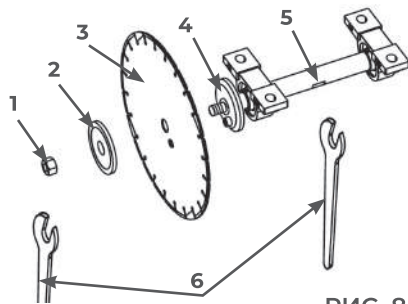

РИС. 8
- Совместите отверстия и наденьте режущий диск (3) на внутреннюю шайбу (4) и головку фиксирующего болта (Рис. 8).
- Установите внешнюю шайбу (2) и навинтите гайку крепления (1) (левая резьба – вращайте против часовой стрелки для затяжки).
- Надежно затяните гайку ключом, удерживая вал от проворачивания вторым ключом за лыску (5) (Рис. 8). Убедитесь в надёжности крепления.